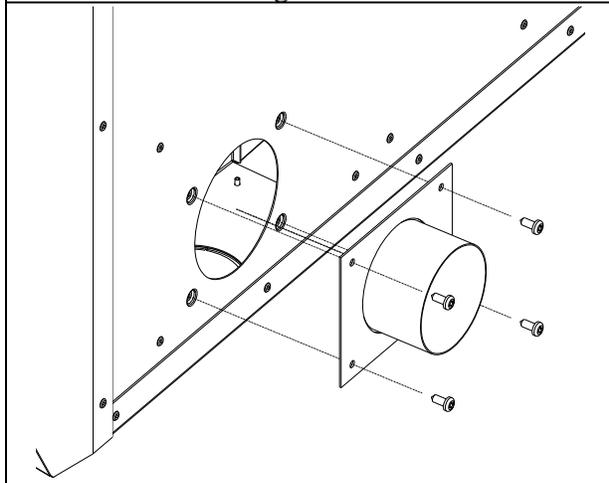

Figure 32
- 4) Installez l'adaptateur sur l'entrée sélectionnée à l'aide de quatre vis incluses (figure 32).